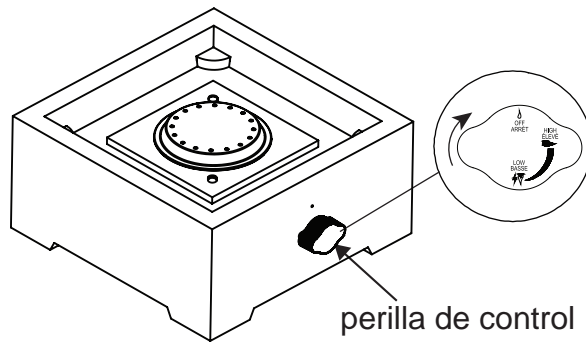

Figura 1
2. Verifique que la perilla de control esté en la posición "OFF" (apagado) antes de comenzar cualquier ensamble (consulte la Figura 1).